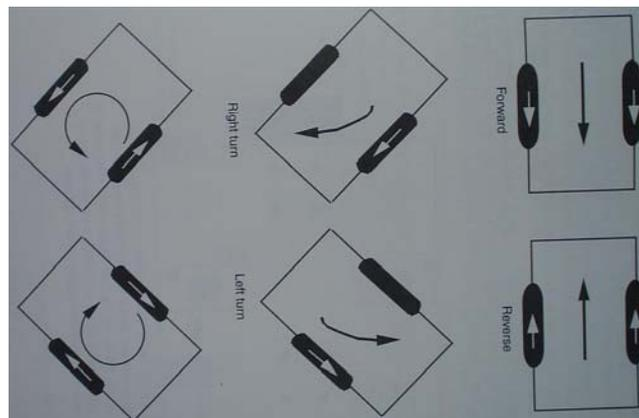

Fig.2 Posibles movimientos con manejo diferencial
Un beneficio importante de montar los motores en el centro de la base, es que no se tiene una parte frontal o posterior definida como los sistemas de conducción conocidos. De esta forma se consigue que el robot pueda avanzar en múltiples direcciones y sentidos [Anexo Fig.2]. A fin de avanzar en la investigación y desarrollo de robots móviles se planteó la necesidad de comunicar de manera remota al robot móvil con una estación base, ya sea para que la estación envíe información al robot para controlar su movimiento, y que además la estación pueda recibir información sobre el estado del robot y de su entorno. Existen varias vías para enlazar el robot y la estación de forma inalámbrica dentro del mundo de las telecomunicaciones, escogiéndose la comunicación por radio frecuencia (RF) debido al bajo costo que representan los módulos de este tipo. Sin embargo el bajo costo de este tipo de comunicación se contrapone el tiempo de desarrollo pues se debe realizar un protocolo de comunicación entre el modulo transmisor y el módulo receptor. A fin de iniciar la construcción del protocolo de comunicación primero se desarrollo la transmisión en un solo sentido, o también llamada *comunicación simplex*, es decir, desde una base se transmitirá una cadena de datos a lo que llamaremos *trama de información* y el receptor colocado en el robot tomará esta trama y mediante un programa se extraen los datos enviados. En la *trama de información* se encuentran la dirección y sentido de cada uno de los motores, cuyos valores son enviados al circuito *motor driver* para su ejecución de manera que el robot pueda avanzar en la manera asignada desde la estación.